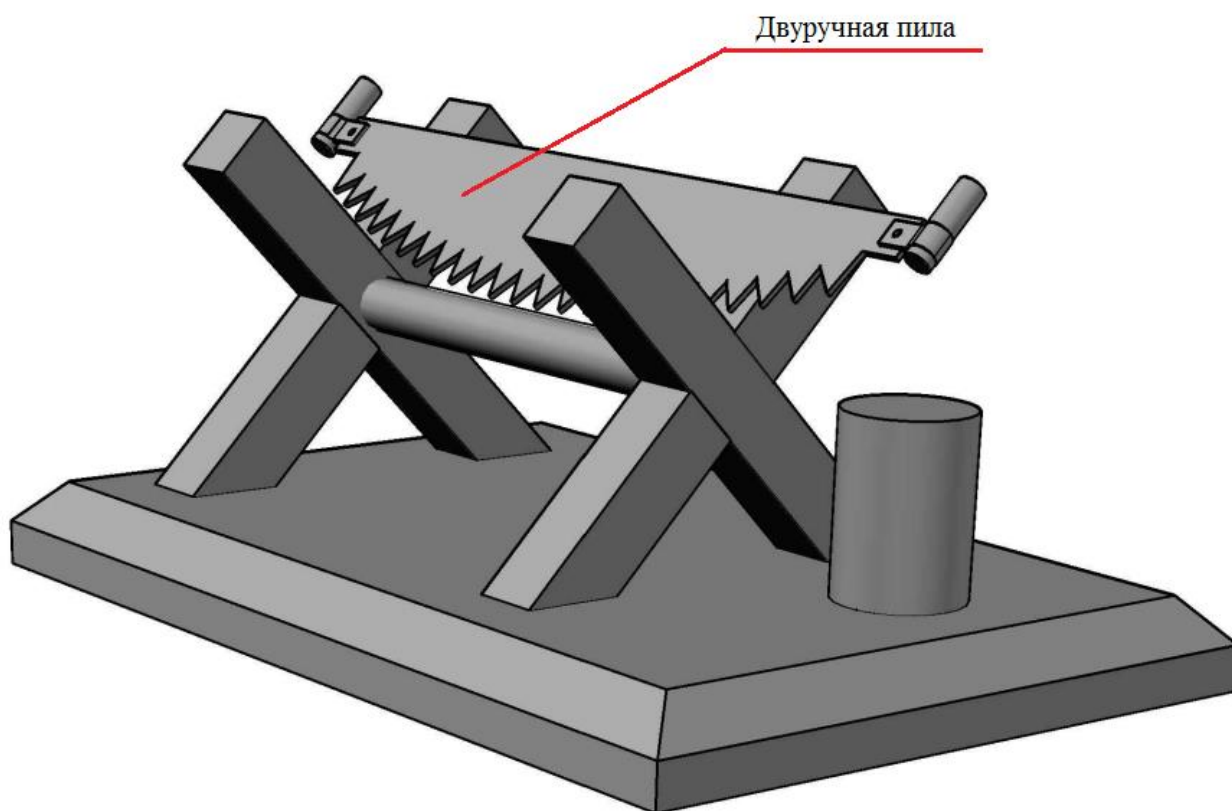
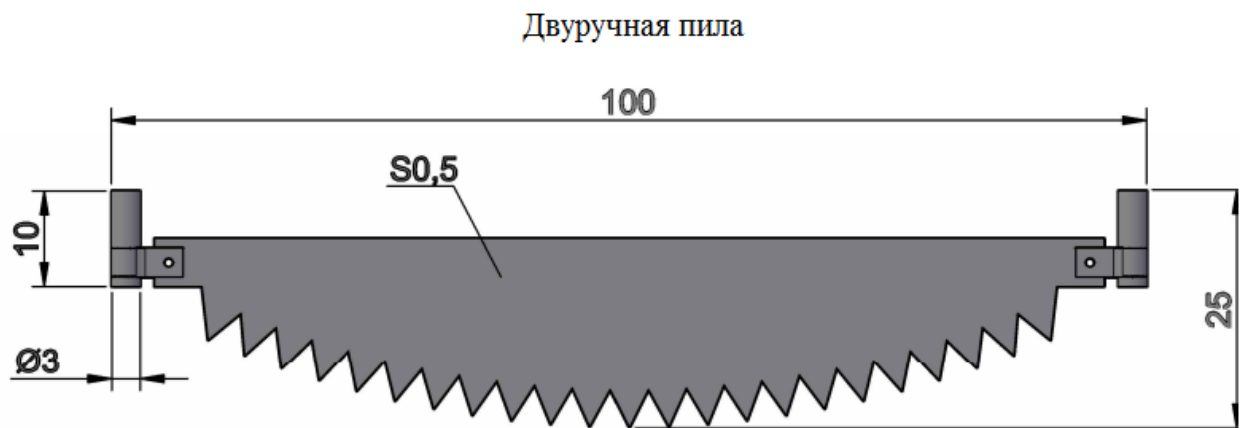

Рис. 1
Рис. 2
Формулировка задания: на основе представленного образца изделия «столярные козлы» рис. 1 и эскиза двуручной пилы рис. 2, разработайте технологическую карту по ее изготовлению в соответствии с требованиями, сформулированными в технических условиях.
1. По данному образцу (Рис. 1) и эскиз (Рис. 2) разработайте технологическую карту (Таблица 1) для изготовления двуручной пилы.